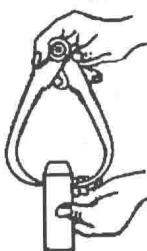

图 1-7 用外卡钳测量尺寸
(2) 外卡钳的使用 用外卡钳测量尺寸时，要使两卡脚测量面的连线垂直于工件的轴线。在不施加外力的情况下，依靠外卡钳的自重滑过工件的被测量面。此时，外卡钳的开口尺寸就是该工件的实际尺寸，如图 1-7 所示。